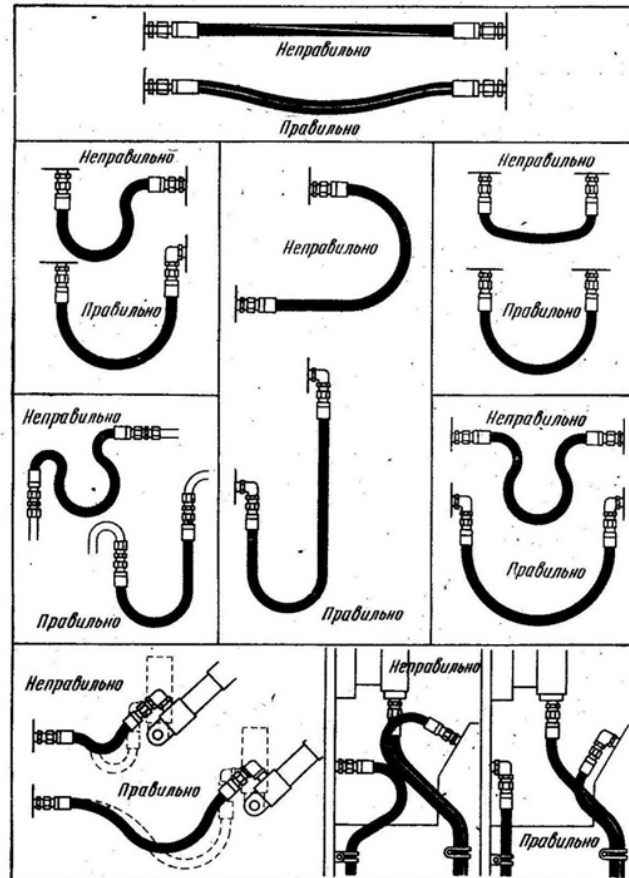

Рисунок 7 – Рекомендация по прокладке РВД
- работа при скрученных, поврежденных, сильно натянутых шлангах (минимальный радиус перегиба шлангов 120 мм) рисунок 7.